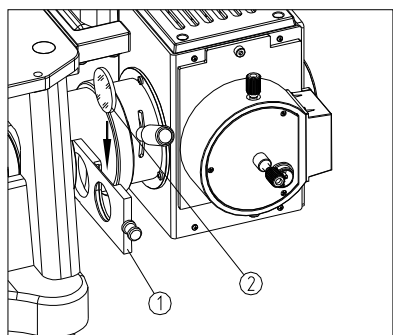

图 17
将荧光插板①拉到最左边位置，即起到遮光作用；将荧光插板①推到中间位置，即起到通光作用；另外在荧光插板①右边的槽用于放置 $\Phi 32$ 的滤色片②，当荧光插板①拉到最右边位置时，可起到滤光作用。(如图 17)